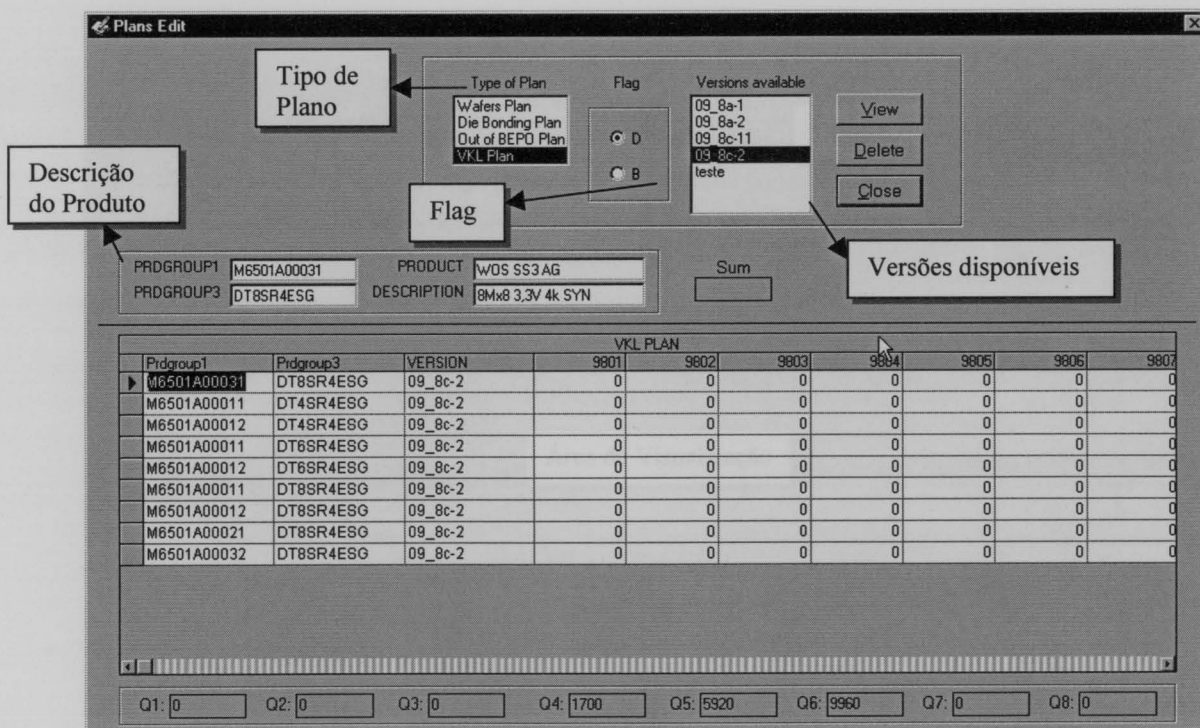

Figura 13: Opção Update and Delete.
A figura 13 apresenta o ecrã que se visualiza quando se escolhe a opção *Update and Delete*.
- o Tipo de Plano que pretende escolhendo uma opção da lista Tipo de Plano (ver figura 13);
- a Flag escolhendo uma opção da área designada por Flag na figura 13; e
- escolhe uma das versões disponíveis que são apresentadas na lista designada por Versões disponíveis (ver figura 13).